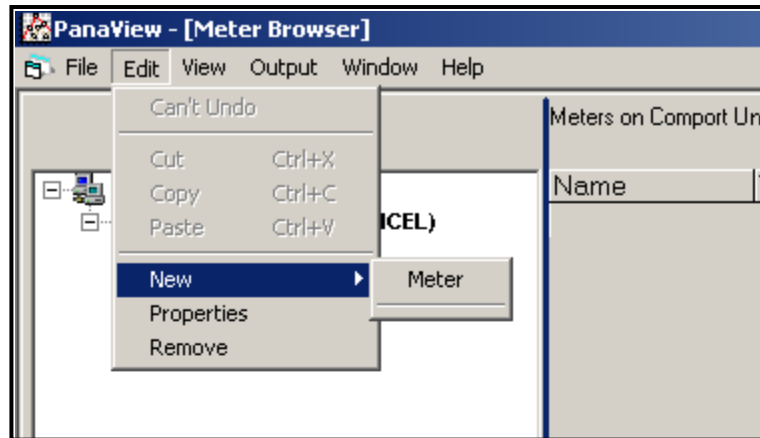

Figura 21: Opción "Nuevo" en el menú "Editar"
2. Haga clic en la opción "Nuevo" en el menú "Edit (Editar)" (ver Figura 21).